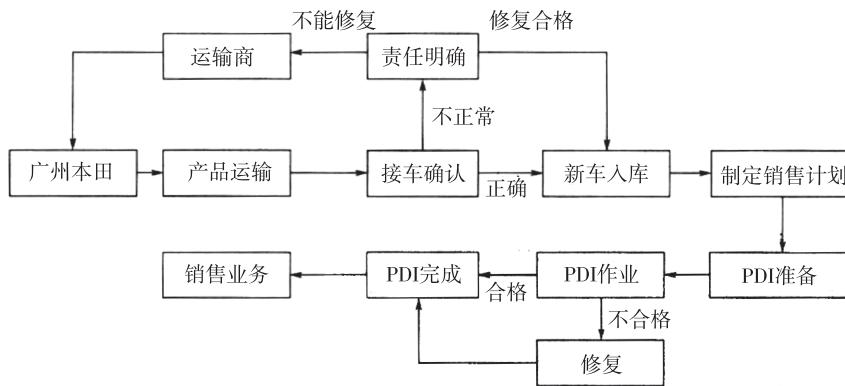

图1-4 广州本田汽车4S店PDI基本运作流程图
(2) 实施PDI的流程。特约店在实施PDI作业时，务必遵循流程。以广州本田汽车4S店为例，PDI基本运作流程图如图1-4所示。